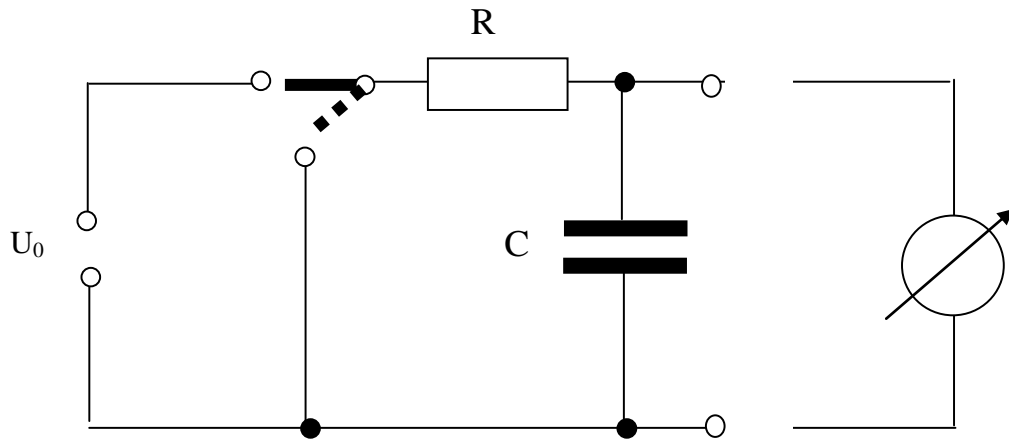

Abb. 1: Schaltung zur Messung der Spannung am Kondensator:
Nach der Maschenregel addieren sich im Gleichstromkreis (Abb.1) die Spannungen am Widerstand $U_R(t)$ und am Kondensator $U_C(t)$ zur Spannung U_0
- 3.1 Bauen Sie die Schaltung nach Abb.1 auf. Die Ladespannung wird vom Ausgang „A0“ des Interfacesystems geliefert, die Spannungsmessung $U_C(t)$ erfolgt über den Eingang „CH0“.